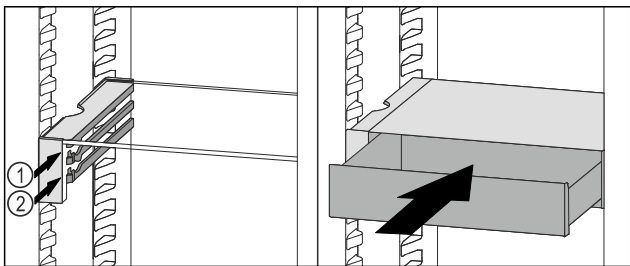

Fig. 63
- ▶ Установите выдвижной ящик VarioSafe за стопоры на требуемый выступ Fig. 63 (1) или Fig. 63 (2).